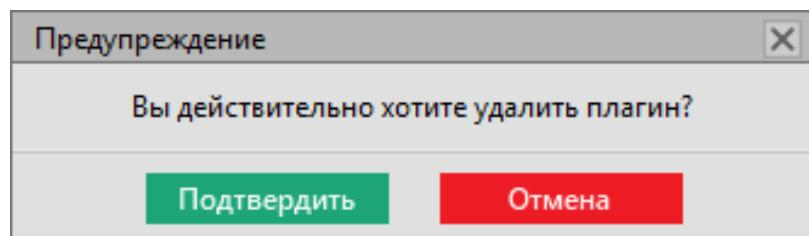

Рисунок 108 - Подтверждение удаления модуля
2. Подтвердите свои действия в диалоговом окне (Рисунок 108).